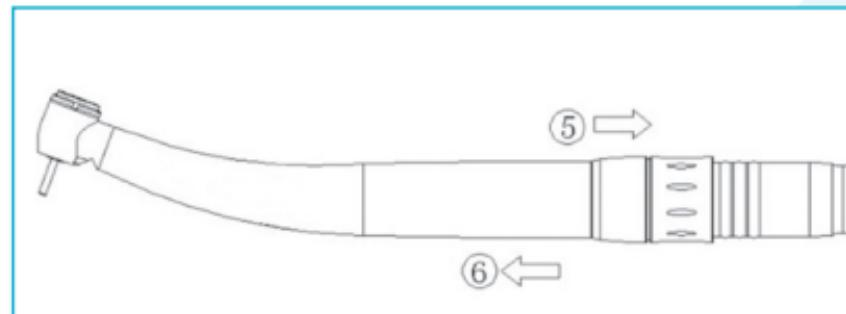

Fig. 6-8
- Tenere saldamente l'attacco LED, far scorrere l'anello di bloccaggio (Fig. 6-8⑤).
- Togliere il dispositivo medico (Fig. 6-8⑥).